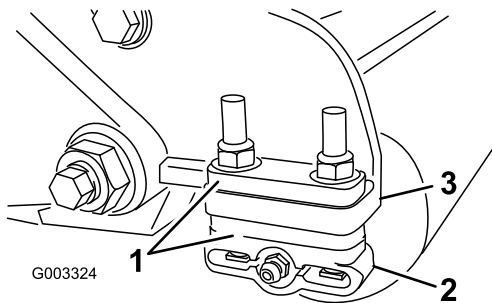

Figure 10
1. Réglez les supports du rouleau arrière (Figure 10) à la plage de hauteur de coupe voulue en positionnant le nombre correct d'entretoises sous le rebord de la plaque latérale (Figure 10) en vous reportant au tableau des hauteurs de coupe.